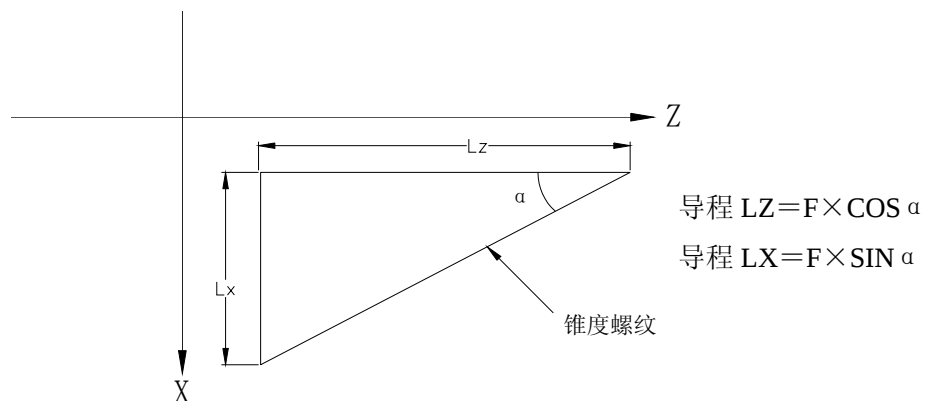

图2-23
本系统不分长短轴, 程序设定的螺纹导程为锥面上的导程。当需要换算到长短轴的长度时, 算法如下, 具体见图2-23。
指令功能：Z轴从起点位置（G33指令运行前的位置）到Z (W) 指定的终点位置的刚性攻丝（轨迹如图2-23所示），主轴反转返回循环起点，再恢复主轴的正向旋转。